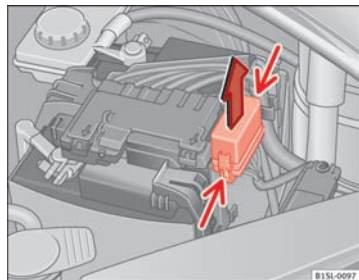

Fig. 143 I motorrummet: afdækning på sikringsboks
- Tryk låseknapperne i pilens retning (smalle pile) for at frigøre afdækningen til sikringsboksen ⇒ Fig. 143.